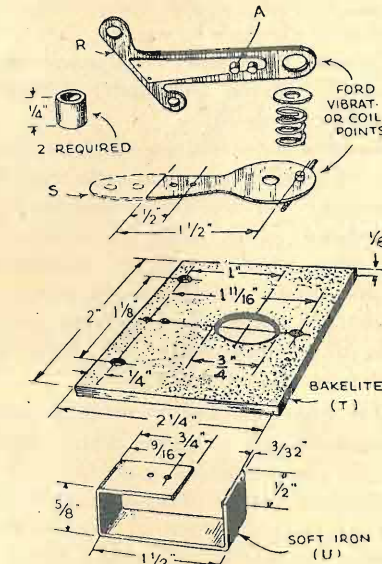

Fig. 2.
Il vibratore si compone di due pezzi di una bobina di automobile Ford (mod. T). Il pezzo «R» (fig. 2) ha una puntina per il contatto e l'altra per il fermo (A). In testa alla molla-vibratore «S» viene saldato un pezzo di filo lungo 25 mm. circa (1") di filo da campanelli (N. 16 B. e S.). Questo filo aumenta il momento d'inerzia del punto vibrante, dando una migliore stabilità alla vibrazione.
Il nucleo magnetico del vibratore si compone di una piastrina di ferro dolce (soft iron) dello spessore di 2,5 mm. circa (3/32"), larga 12 1/2 mm. circa (1/2"), e lunga 102 mm. circa (4"), piegata come è mostrato in «U» della fig. 2. Si fascierà il lato più lungo (1 1/2" = 38 mm.) con nastro isolante e vi si avvolgeranno 50 spire di filo 1,3 mm. doppia copertura cotone, facendo tre prese intermedie, e precisamente alla 25.a, alla 30.a ed alla 40.a spira. Il vibratore viene montato su di una piastrina di bachelite di 50x57 mm. (2"x2 1/4") come «T» nella fig. 2. Quando esso è